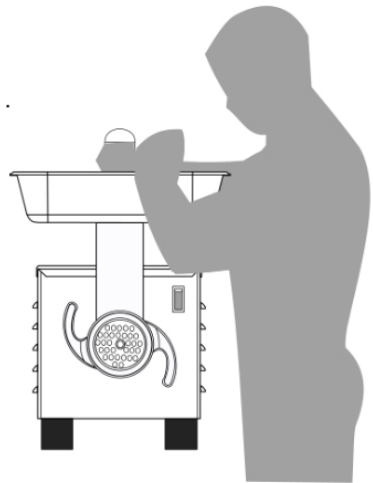

FIG. 3 POSICIÓN DE TRABAJO
- .- Antes de comenzar, posícionese correctamente en uno de los lados del molino (Ver Fig. 3).
- 3.- Ponga el producto a moler sobre la charola (2).
- 4.- Alimente manualmente sobre la entrada del cabezal (8).
- 5.- Use el empujador (1) para introducir el producto sin forzar la entrada de éste.